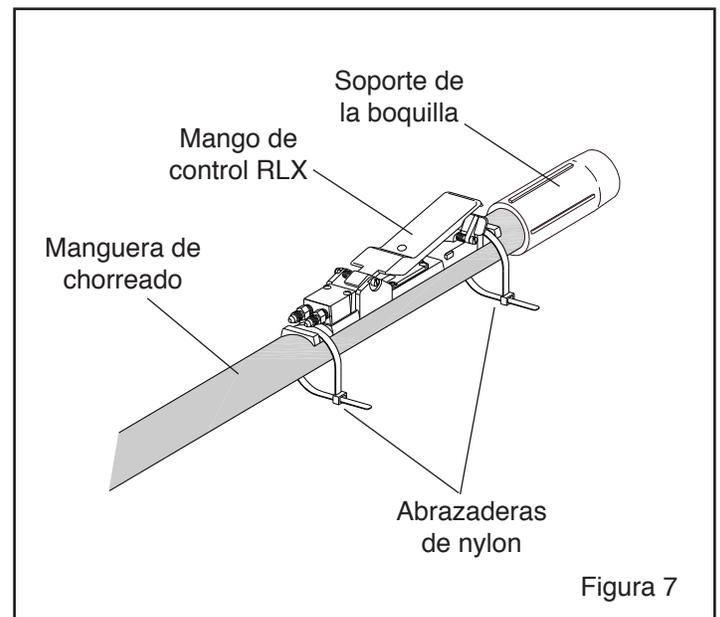

Figura 7
2.6.2 Fije el mango de control a la manguera de chorreado cerca del soporte de la boquilla, como se indica en la Figura 7, usando las dos abrazaderas de nylon suministradas. Corte los excesos de las abrazaderas para evitar que interfieran con la operación del mango de control.